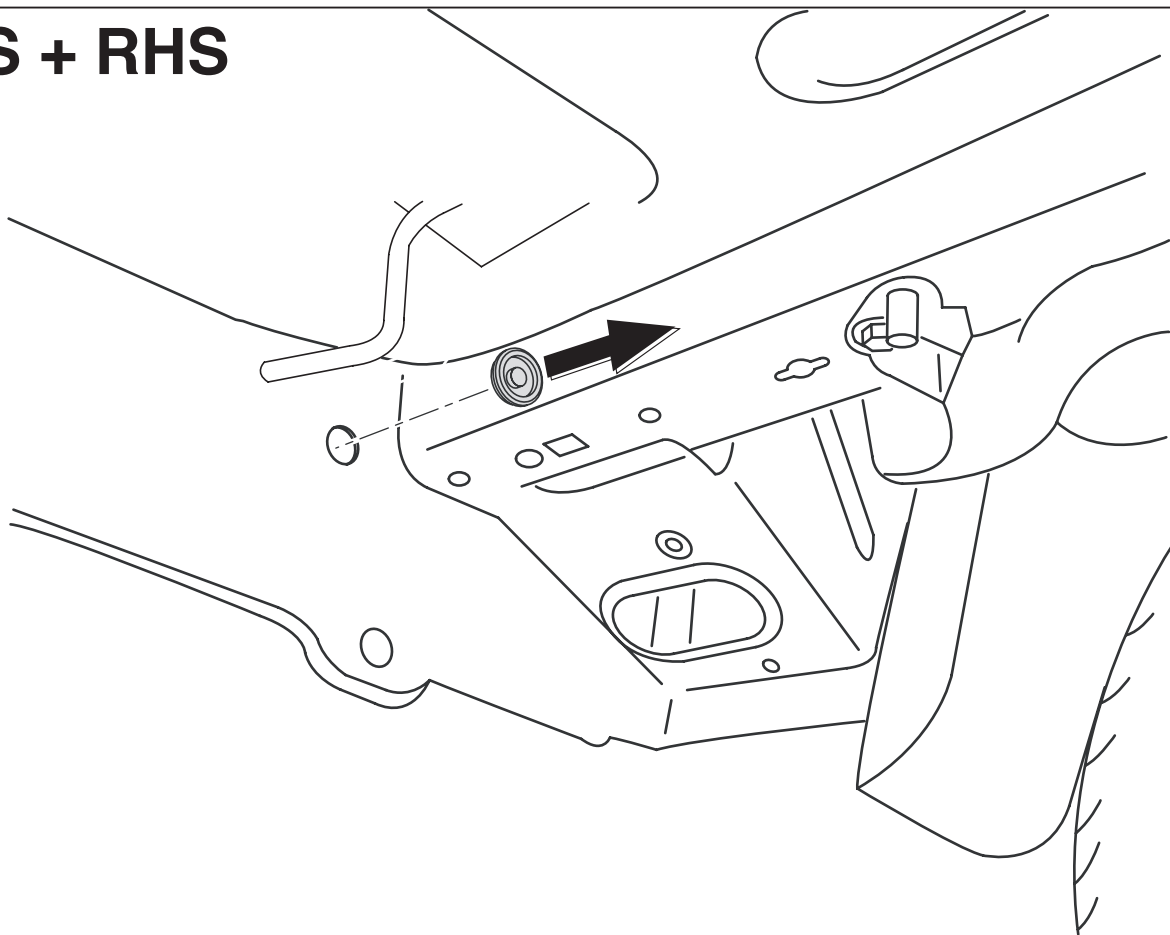

Fig.1
2. Удалить резиновые пробки в указанных точках (см. рис. 1).